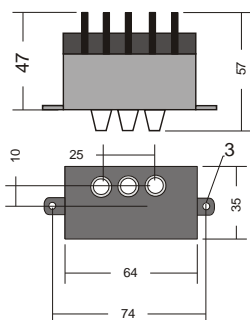

Рис. 1. Внешний вид индикаторного блока
4.1. Устройство состоит из индикаторного блока и трёх ёмкостных датчиков. Индикаторный блок выполнен в индивидуальном пластмассовом корпусе с задним присоединением внешних проводников. На лицевой панели корпуса установлены три индикаторных элемента, соответствующих числу контролируемых фаз. Габаритные и установочные размеры блока приведены на рис.1.